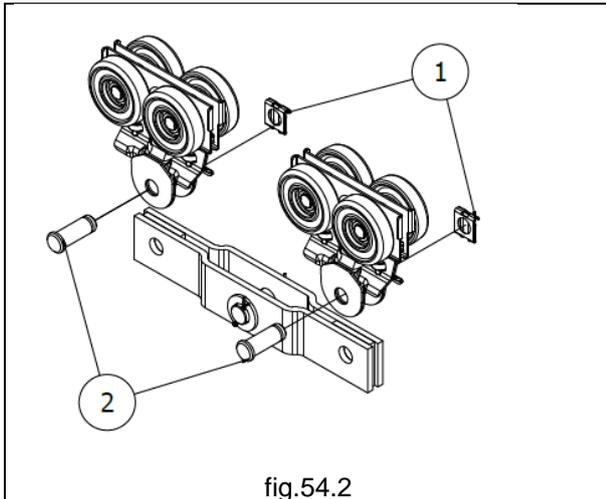

fig.54.2
3. Insérez le support de raccordement dans les plaques des chariots. (fig.54.2)
4. Remonter les broches 2 et remettre les arrêts en place 1. (Fig.54.2)